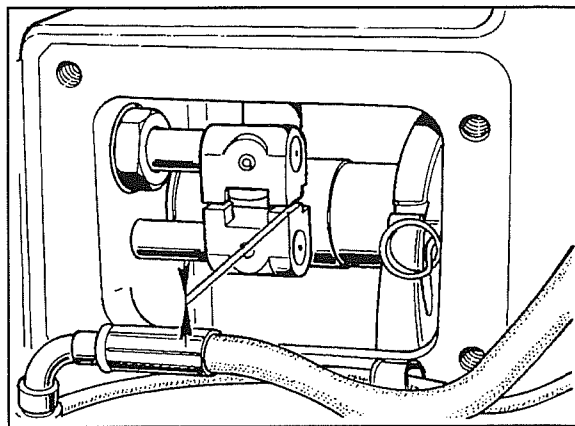

Fig. 6
- Antes de as bloquear definitivamente é necessário verificar o paralelismo dos manguitos como ilustrado na fig. 6.